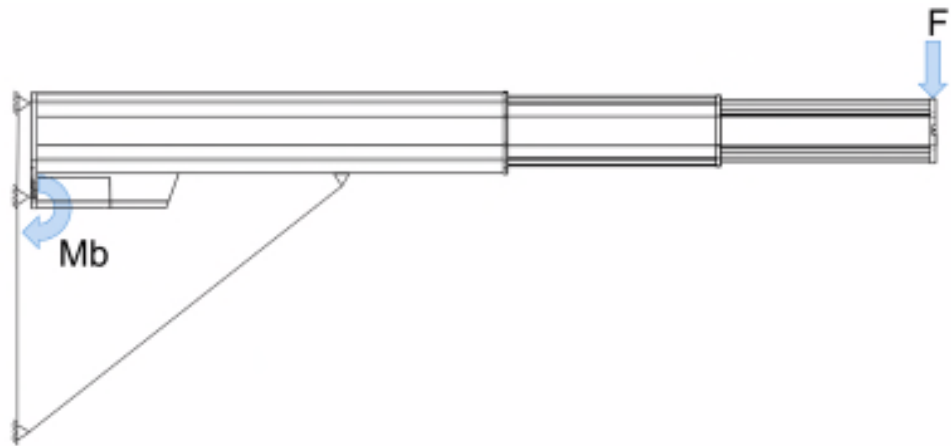

Fig. 5-2 TFG waagrechte Montage
- Ggf. ist das Aussenrohr durch geeignete Massnahmen abzustützen (siehe *Fig. 5-2, Seite 22*).